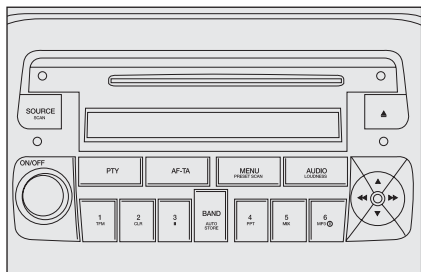

fig. 3
- con autoradio richiesta fig. 3.